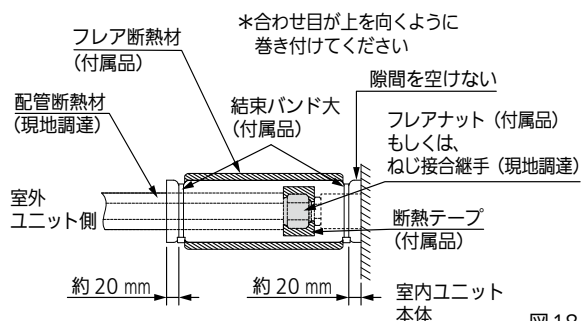

図18
- 図18に従って液管・ガス管とも、断熱してください。フレアナット部もしくは、ねじ接合継手部に断熱テープ（付属品）を巻き付けてください。配管接続部にはフレア断熱材（付属品）を隙間がないように巻き付け、結束バンド大（付属品）で締め付けてください。結束バンドの余分な部分は切断してください。